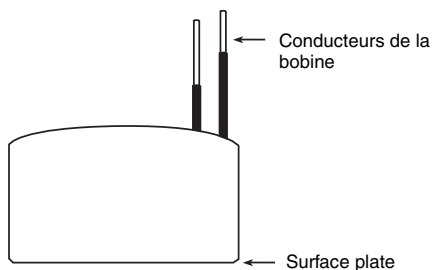

Figure 5 : Assemblage de bobine et de noyau
6. Poser le couvercle du boîtier de l'aimant et l'assemblage de la bobine, avec la surface plate de la bobine tournée vers le bas. Voir la figure 5 .
7. Retirer les trois vis d'assemblage à tête hexagonale (W) du centre du couvercle du boîtier de l'aimant. Retirer le cache-borne et le couvercle du boîtier de l'aimant.
10. Placer la bobine et le noyau de bobine neufs de sorte que l'arrière de la bobine soit horizontal, ses conducteurs s'étendant verticalement. Voir la figure 5 .
12. Replacer le cache-borne et le fixer avec trois vis d'assemblage à tête hexagonale (W).
14. À l'aide de six vis d'assemblage à tête hexagonale (V), replacer le couvercle du boîtier de l'aimant et l'assemblage bobine-noyau dans le boîtier.